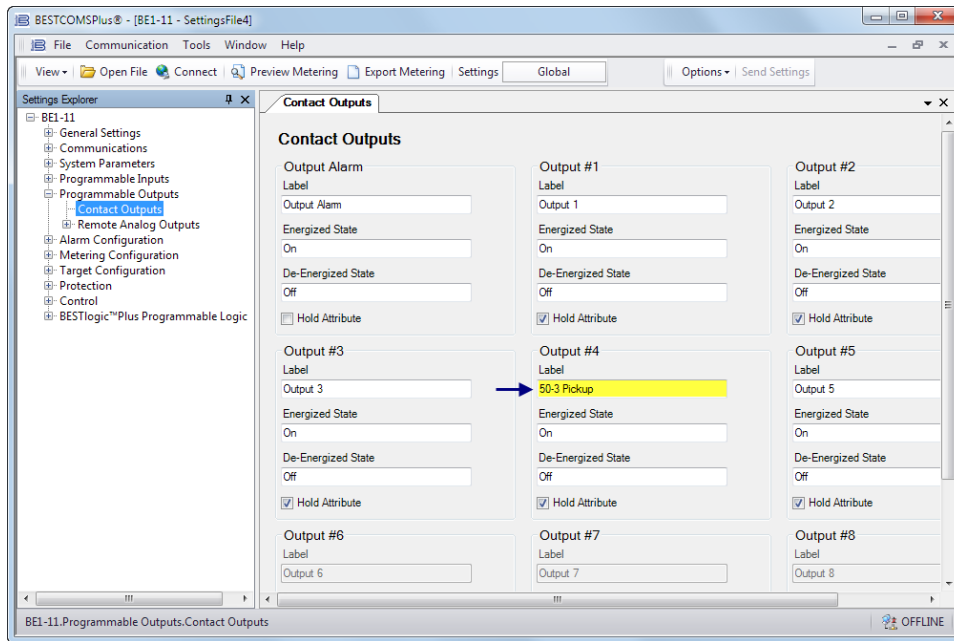

Figure 18. Écran Contacts de sortie
Step 13: Dans l'Explorateur des paramètres (Settings Explorer), développez les menus Sorties programmables (Programmable Outputs), Contacts de sortie (Contact Outputs) et donnez un nom à la sortie 4 (Output #4) « Pickup 50-3 » comme indiqué dans la Figure 18.